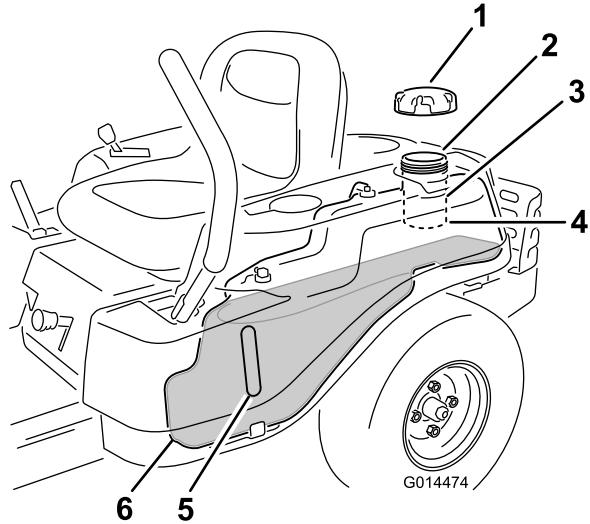

Figura 8
Nota: Pode utilizar a janela do combustível para verificar a presença de gasolina antes de encher o depósito (Figura 8).
2. Lentamente adicione gasolina até o combustível chegar à base do tubo de enchimento (Figura 8).